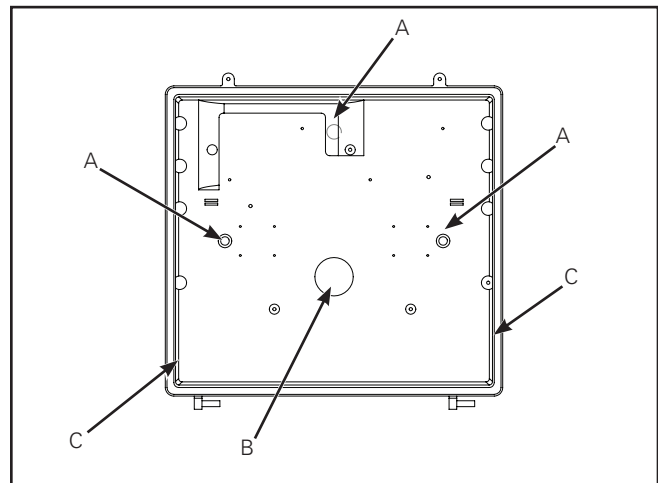

Figura 2
2. Prepare la placa trasera para montaje perforando o calando los orificios necesarios. (Figura 2)
La placa trasera tiene una plantilla de perforación incorporada para que coincida con cualquier caja de derivación empotrada estándar, tres expulsores de 5/8" para los orificios de montaje A y tres orificios roscados 1/2" NSP D para el conducto de superficie o la unidad de fotocontrol. (Figura 2)